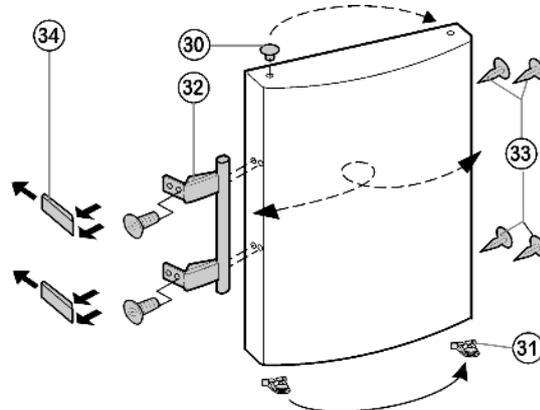

Fig. 8
- ▶ Disinserire il morsetto a molla Fig. 8 (31) dalla porta superiore e spostarlo sul nuovo lato cerniera.
- ▶ Estrarre il tappo Fig. 8 (30) dall'alloggiamento del supporto della porta e spostarlo.
- ▶ Smontare la maniglia della porta Fig. 8 (32), i tappi Fig. 8 (30) e le piastre di spinta Fig. 8 (34) e spostarli sul lato opposto.